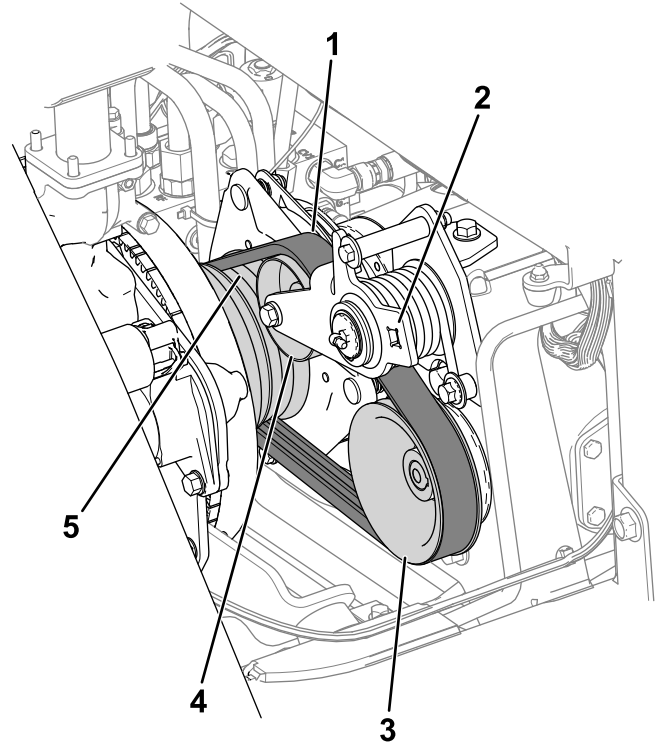

Bild 74
3. Führen Sie den Riemen über die Motorriemenscheibe, die Spannscheibe und der Riemenscheibe der Pumpe (**Bild 74**).